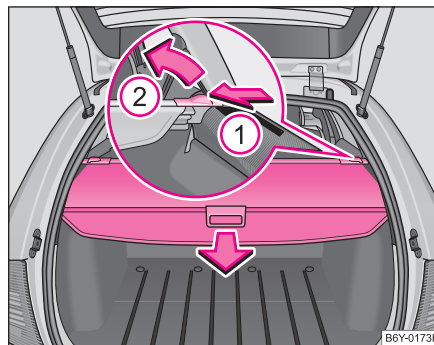

Fig. 60 Portbagajul:
- Trageți raftul în sensul indicat de săgeată ⇒ pagina 77, fig. 60.
- La transportarea bagajelor voluminoase, raftul se poate demonta. Apăsați cursorul din lateral în sensul săgeții ① și scoateți raftul în sensul săgeții ②.
⇒ pagina 77, fig. 60.